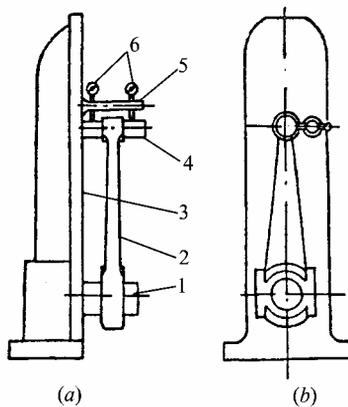

图 2-7 用仪表校正连杆弯曲度示意图
**弯曲度简易校正：**在连杆弯曲度的一面上下各放一根钢棍，在连杆另一面中间也放一根钢棍，使三根钢棍与连杆同时夹在台钳上，让加压台钳使连杆校正，如图 2-7 所示。